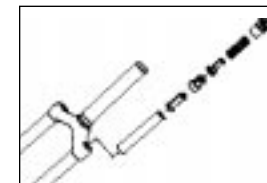

Fig. 2
- Rimuovere il gruppo molle (tappo superiore, molla elicoidale, regolatore di rigidità, distanziale in uretano, distanziale in MCU ed elastomero). (Vedere Fig. 2)